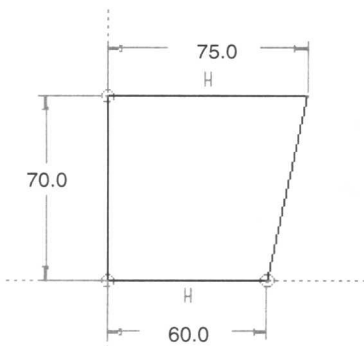

图 2.3 截面草图
(1) 选择下拉菜单 **插入(I)** → **拉伸(E)...** 命令。
(2) 定义草绘截面放置属性。在绘图区中右击,从弹出的快捷菜单中选择 **定义内部草绘** 命令,进入“草绘”对话框;选取 **RIGHT** 基准面为草绘平面;选取 **TOP** 基准面为参照平面;选取 **左** 作为草绘平面参照的方向;单击对话框中的 **草绘** 按钮。
(3) 进入截面草绘环境后,绘制如图 2.3 所示的特征截面。完成后,单击“草绘完成”按钮 **✓**。
(4) 在操控板中选取深度类型 **止**,再在深度文本框中输入深度值 115.0,并按回车键。单击完成按钮 **✓**,完成特征的创建。